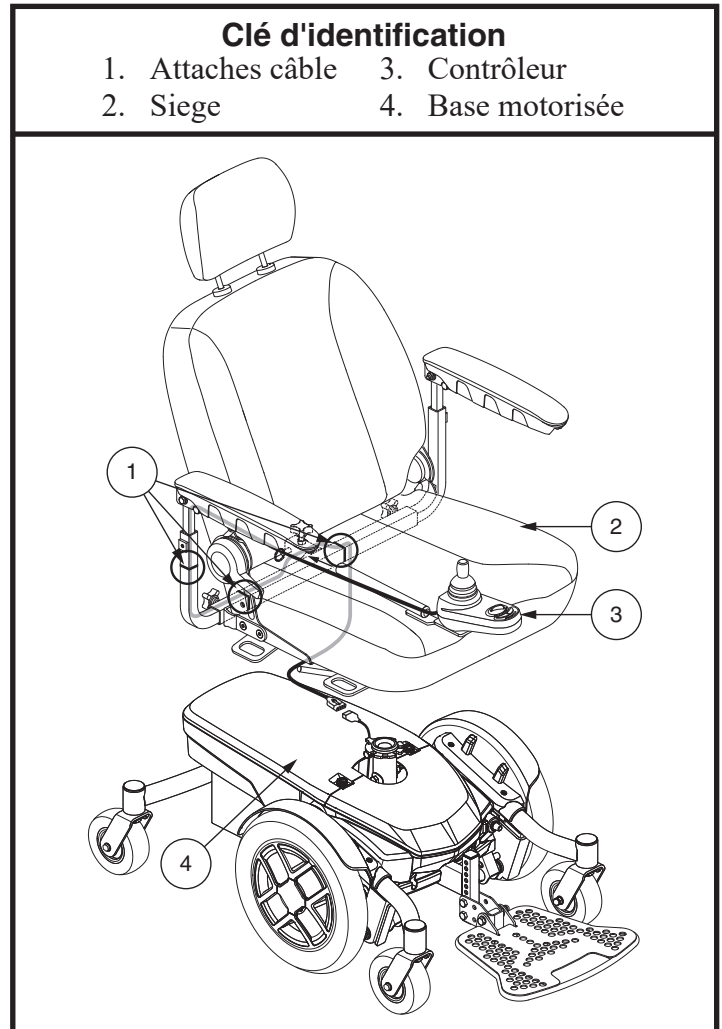

Figure 8. Siège et module de commande
1. Déposez le siège sur la base motorisée. Voir la figure 8.
3. Relevez l'accoudoir à la verticale, passez le câble du contrôleur selon la figure 8 et fixez-le avec des attaches pour câbles.